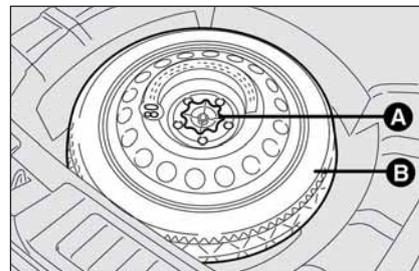
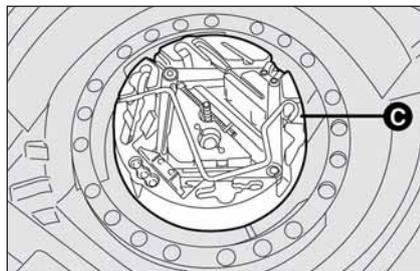

fig. 4
fig. 5
- svitare il dispositivo di bloccaggio **A-fig. 4**;
- prelevare il ruotino di scorta **B-fig. 4** per accedere al contenitore portattrezzi **C-fig. 5**;
- prelevare il contenitore portattrezzi **C-fig. 5** e portarlo accanto alla ruota da sostituire;